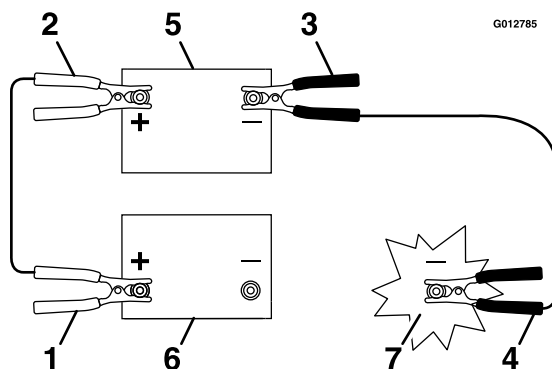

Figura 79
3. Conecte el cable positivo (+) al borne positivo (+) de la batería descargada que está conectado al motor de arranque o al solenoide, según se indica en Figura 79.